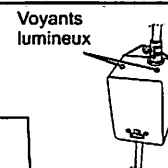

FIGURE 7
22. Une fois le disjoncteur remis sous tension, vérifier le ballast (12) (Figure 7) pour vous assurer que le système CLEARRAY fonctionne bien. Une lumière verte indique que le système CLEARRAY est en marche; elle devrait être allumée en tout temps. Une lumière rouge indique que la lampe UV est activée.